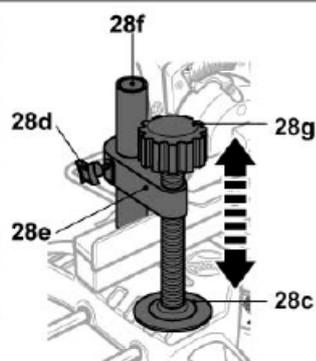

Fig. 20
- > Desserrez le bouton de verrouillage [28d] de la colonne [28f] et réglez le support [28e] à la hauteur requise. Fixez le support [28e] en resserrant le bouton [28d] (Fig. 20).
- > Ajustez la hauteur de la plaque [28c] en tournant le bouton de réglage [28g] vers la gauche ou vers la droite (Fig. 20).